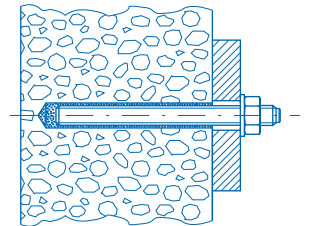

Рис. 11
- **Анкеровка химическим составом** (рис. 11) — анкер удерживается за счет заполнения шероховатостей отверстия затвердевшим полимерным материалом химического состава.